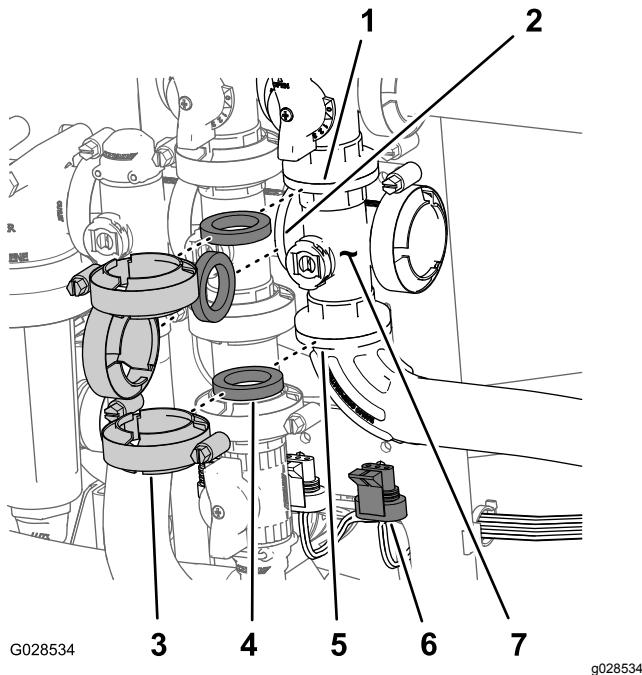

Figura 92
- Togliete i morsetti e le guarnizioni che fissano il collettore della valvola principale delle barre (Figura 92) alla valvola di bypass principale delle barre, valvola dell'agitatore e gomito flangiato a 90° (all'estremità del flessibile del flussometro).